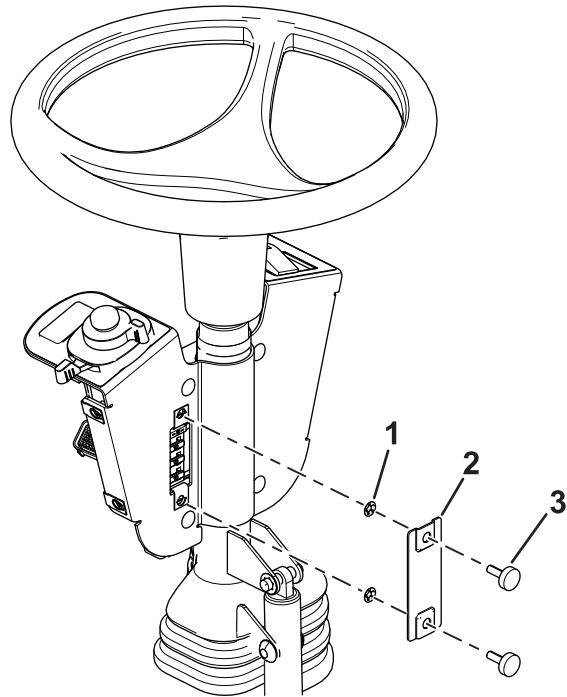

Bild 9
- 11. Befestigen Sie die Sicherungsabdeckung mit zwei Rändelschrauben und zwei Steckmuttern an der Schalterhalterung (Bild 9).
Hinweis: Stellen Sie sicher, dass die Steckmuttern auf der Innenseite der Sicherungsabdeckung eingesetzt sind (Bild 9).